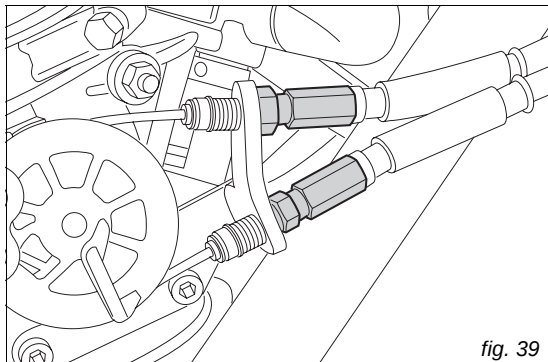

fig. 39
Si cela n'est pas le cas, il faut régler la garde de la commande en intervenant sur les éléments de réglage (1) du corps à papillons (fig. 39).